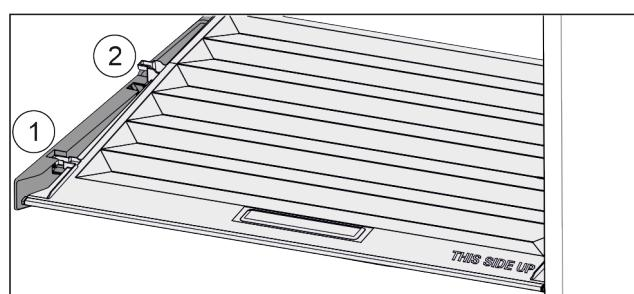

Fig. 157
- Pokrov povlecite naprej Fig. 157 (1) do odprtine v držalnih delih.
- Zadaj ga od spodaj dvignite in odstranite Fig. 157 (2) navzgor.